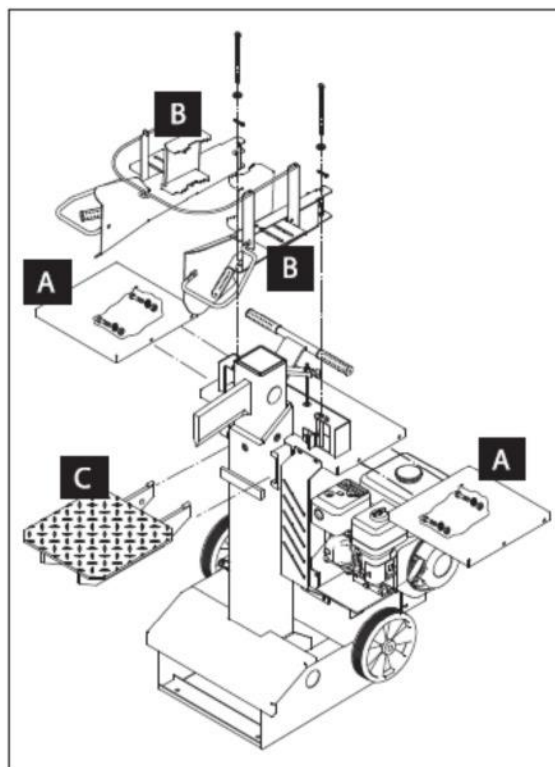

Fig. 4 Montagetekening
1. Opbergtafel volgens fig. 4 Plaats A op de beugel en lijn deze uit met de gaten.